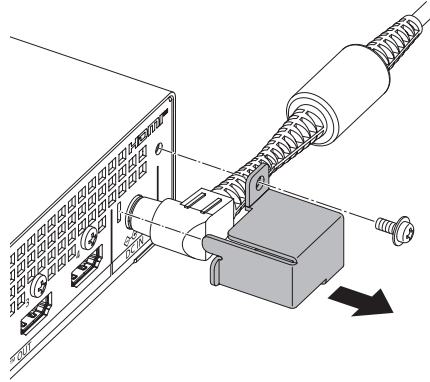

Fig. 1
1) Retirez le support de sécurité de l'adaptateur AC (Fig. 1).